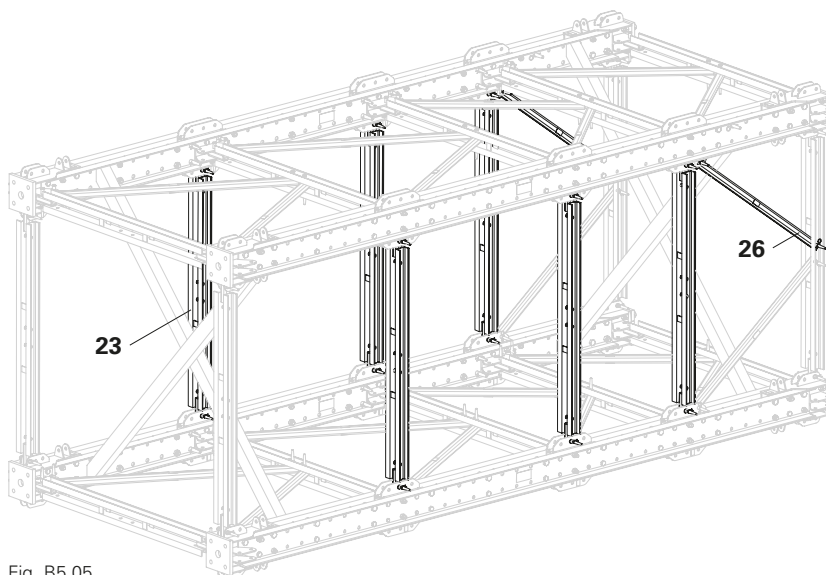

Fig. B5.05
1. Avvitare la seconda diagonale VST (26)\* con 1 perno da  $\varnothing 21$  mm (9) ciascuno all'attacco dell'impalcatura VST (8) e a corrente orizzontale VST 200 (23).
2. Installare il corrente orizzontale richiesto VST 200 (23). (Fig. B5.05) (si veda capitolo B3, Montaggio modulo)